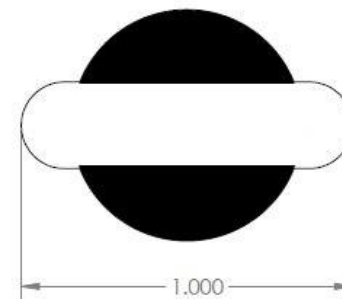

Figure 2
**1. Bajar el silenciador:** Con alicates para quitar el escape, quitar los (2) colgantes de goma más posteriores. Rociar con lubricante ayudará con el proceso de remoción. Nota: Cerciorarse de que el escape esté apoyado antes de quitar los colgantes de goma para evitar daños.
**2. Quitar el protector de calor:** Quitar (4) fijadores de metal que sostienen el protector de calor en su lugar con un cubo de 15/16". Quitar el protector de calor y recortar el área marcada en la Fig. 2.